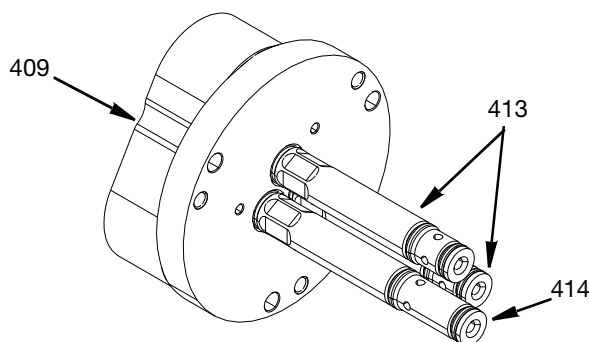

FIG. 31
5. Aplique una sola gota de fijador de roscas de resistencia media a las roscas de las guías de sellado de los cojinetes corto y largo (413 y 414) y enrósquelo en el alojamiento del cilindro de aire (409). Apriete a un par de torsión de $20,34 \text{ N}\cdot\text{m}$ ($15 \text{ lb}\cdot\text{pie}$). Vea la FIG. 31.